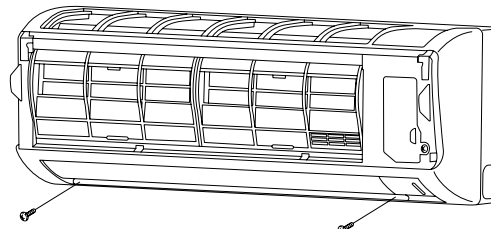
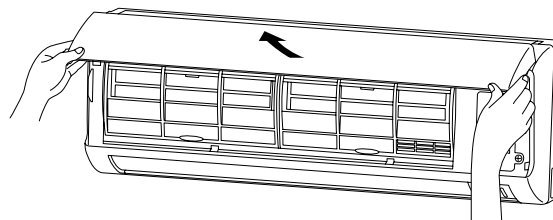

Abb. 3-86
Abb. 3-89
- (2) Die 2 Schrauben entfernen. (Abb. 3-86)
- (2) Die Ansätze fest eingreifen lassen um sicherzustellen, dass Gitter und Rahmen sicher miteinander verbunden sind.
- (3) Das Gitter mit den 2 zuvor entfernten Schrauben befestigen. (Abb. 3-86)
- (4) Den Lufteinlassgrill anbringen.
- a) Die Kante des Lufteinlassgitters oben in die Inneneinheit einpassen und dann ganz hineinschieben. (Abb. 3-89)